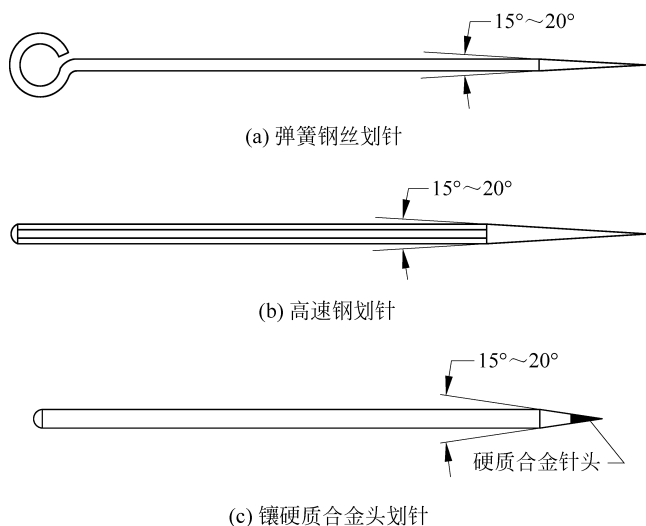

图 3-4 划针
(1) 划针的种类。如图3-4所示,划针一般分为弹簧钢丝划针、高速钢划针和镶硬质